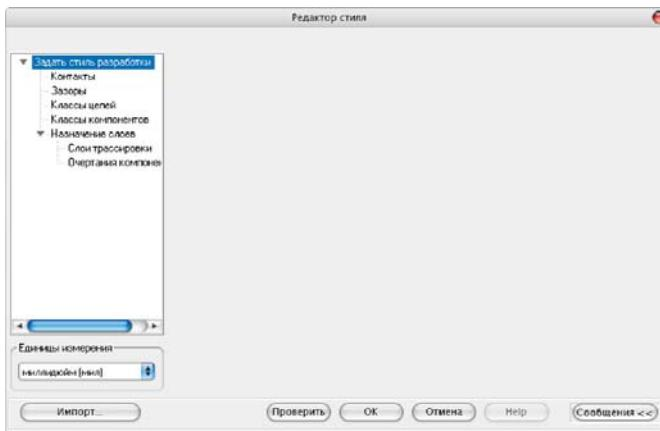

Рис. 1. Панель редактора стиля разработки
- кликните левой кнопкой мыши по пиктограмме на панели инструментов. Это приведёт к вызову панели редактора стиля разработки (см. рис. 1);